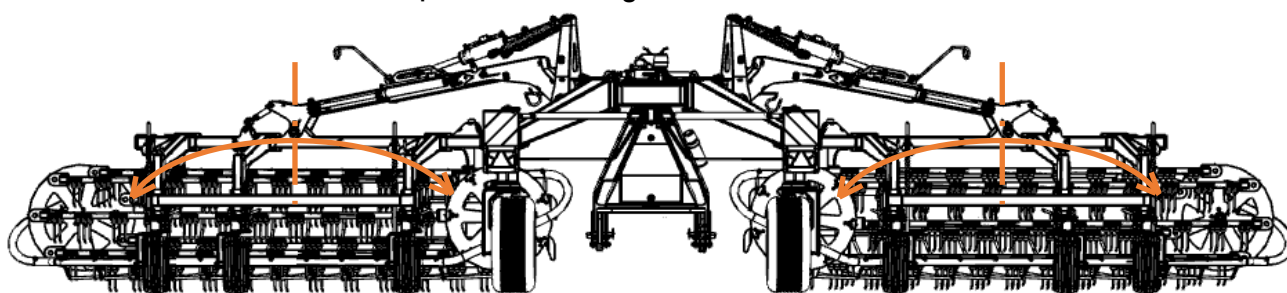

fig.D7a
- premere il **pulsante abbassamento aspi (fig.D2 - T)** e tenerlo premuto fino a quando i ruotini laterali poggiano al suolo ed i rispettivi aspi risultano liberi di oscillare. - **Nota:** l'oscillazione, che si attiva automaticamente quando il perno del cilindro avrà di poco superato il centro all'interno dell'asola di scorrimento (**fig.D7a**), permette a ciascun aspo di adattarsi agevolmente alla configurazione del terreno (**fig.D7**). - L'oscillazione si bloccherà automaticamente con il sollevamento degli aspi;
- pressed **basket lowering push-button (fig.D2 - T)** keep it pressed until the side wheels rest on the ground and the respective baskets are free to oscillate. - **Note:** the oscillation, which is automatically activated when the cylinder pin has just passed the center inside the sliding slot (**fig.D7a**), allows each basket to adapt easily to the configuration of the soil (**fig. D7**). - The oscillation will stop automatically with the lifting of the baskets;
**Nota:** l'oscillazione, che si attiva automaticamente quando il perno del cilindro avrà di poco superato il centro all'interno dell'asola di scorrimento (**fig.D7a**), permette all' aspo di adattarsi agevolmente alla configurazione del terreno (**fig.D7**). - L'oscillazione si bloccherà automaticamente con il sollevamento degli aspi;
**Note:** the oscillation, which is automatically activated when the cylinder pin has just passed the center inside the sliding slot (**fig.D7a**), allows the basket to adapt easily to the configuration of the soil (**fig. D7**). - The oscillation will stop automatically with the lifting of the baskets;